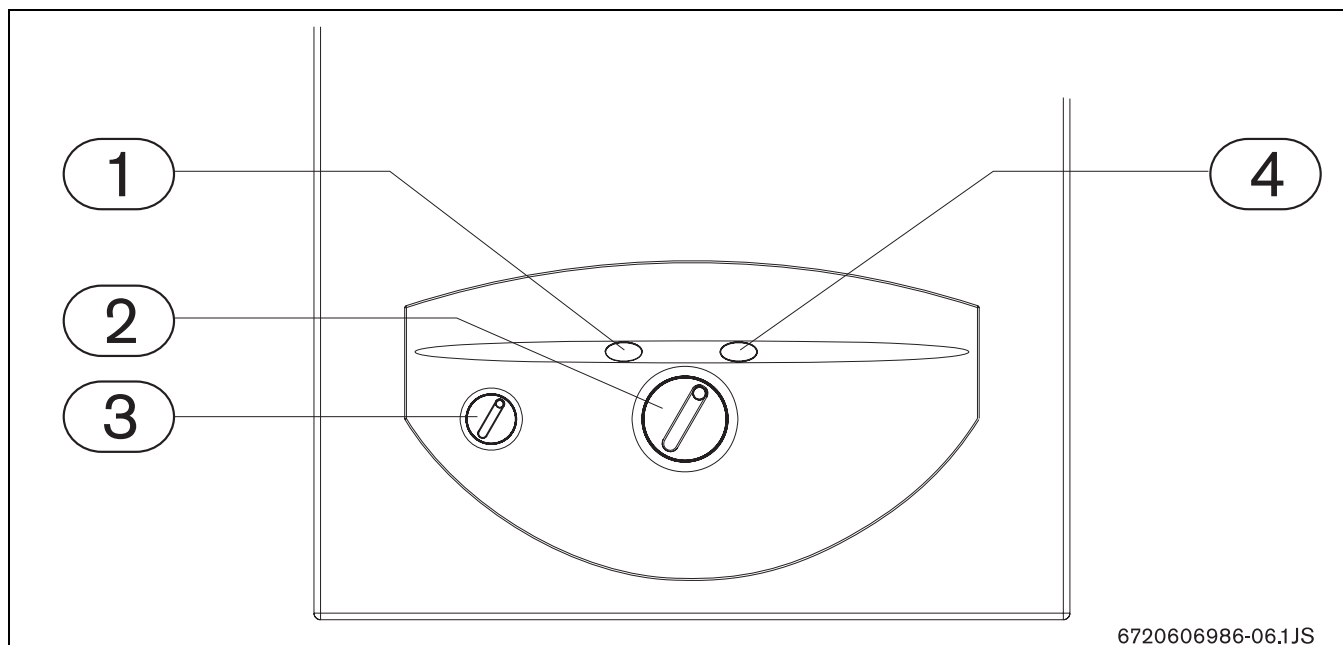

Fig. 7
Este aparelho dispõe de um sistema de indicação de avarias. A deteção destas anomalias é feita através de indicação luminosa (luz vermelha) na tecla de rearme (→Fig. 7, pos. 1). O aparelho só volta a funcionar após a causa da avaria ter sido eliminada e se ter pressionado a tecla de rearme.